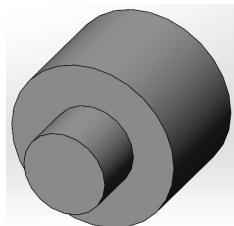

图 1-34 凸台模型
- [1] 打开初始文件 “Z1L1.prt”, 凸台模型如图 1-34 所示。